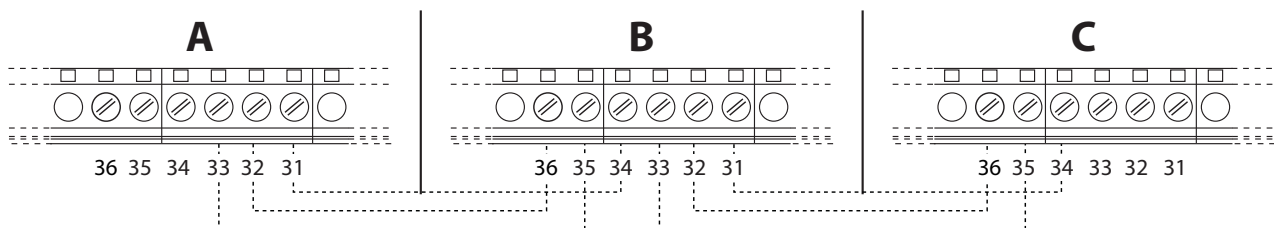

fig. 56 - Collegamento in cascata
1. Collegare i moduli come mostrato in fig. 56 (**esempio con 3 moduli**)
Se questo non avviene, togliere alimentazione elettrica e controllare il cablaggio in fig. 56.